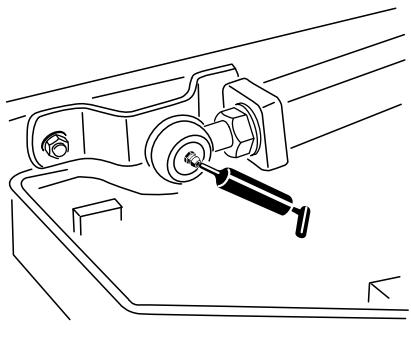

Figura 64
- Duas rótulas do braço de elevação (Figura 64)